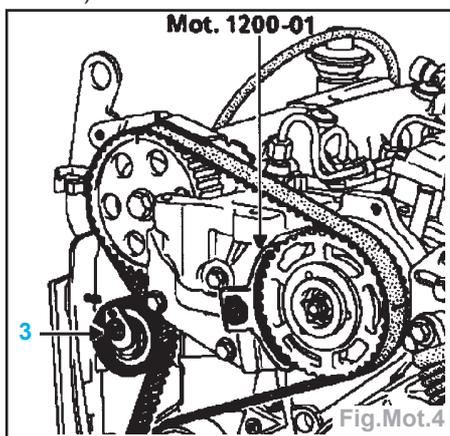

Fig.Mot.4
- Mettre en place l'outil **Mot. 1200-01** de maintien de la poulie de la pompe d'injection et débloquer l'écrou (3) du galet tendeur automatique de distribution (Fig.Mot.4).